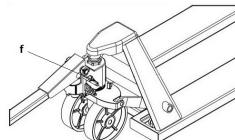

Figura 3
- Abbassare la maniglia in posizione orizzontale e sbloccare la molla estraendo il perno (f) (Figura 3). Conservare il perno. Utilizzarlo per bloccare la molla in caso di intervento sulla pompa.